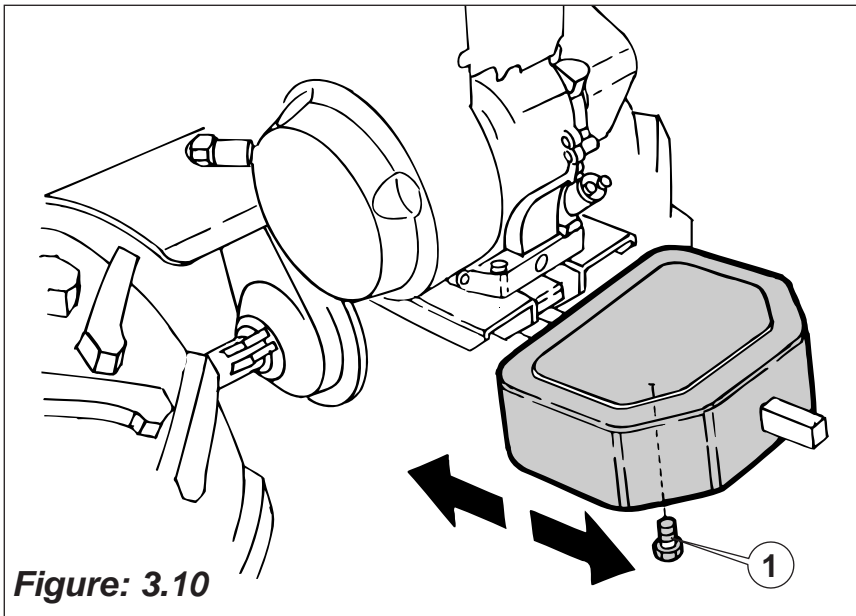

Figure: 3.10
- 11) Montez le contre poids avant et le positionner de façon à équilibrer la machine et bloquez la vis (1) (Figure: 3.10).